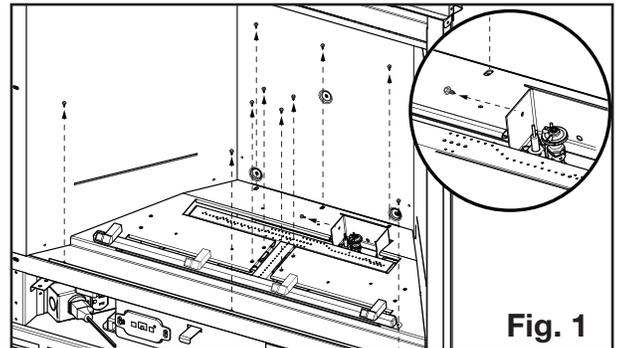

Fig. 1
- 2. Retirer les 11 sécurisant le plateau de médias en place. Soulevez-le hors de l'appareil (Fig. 1).